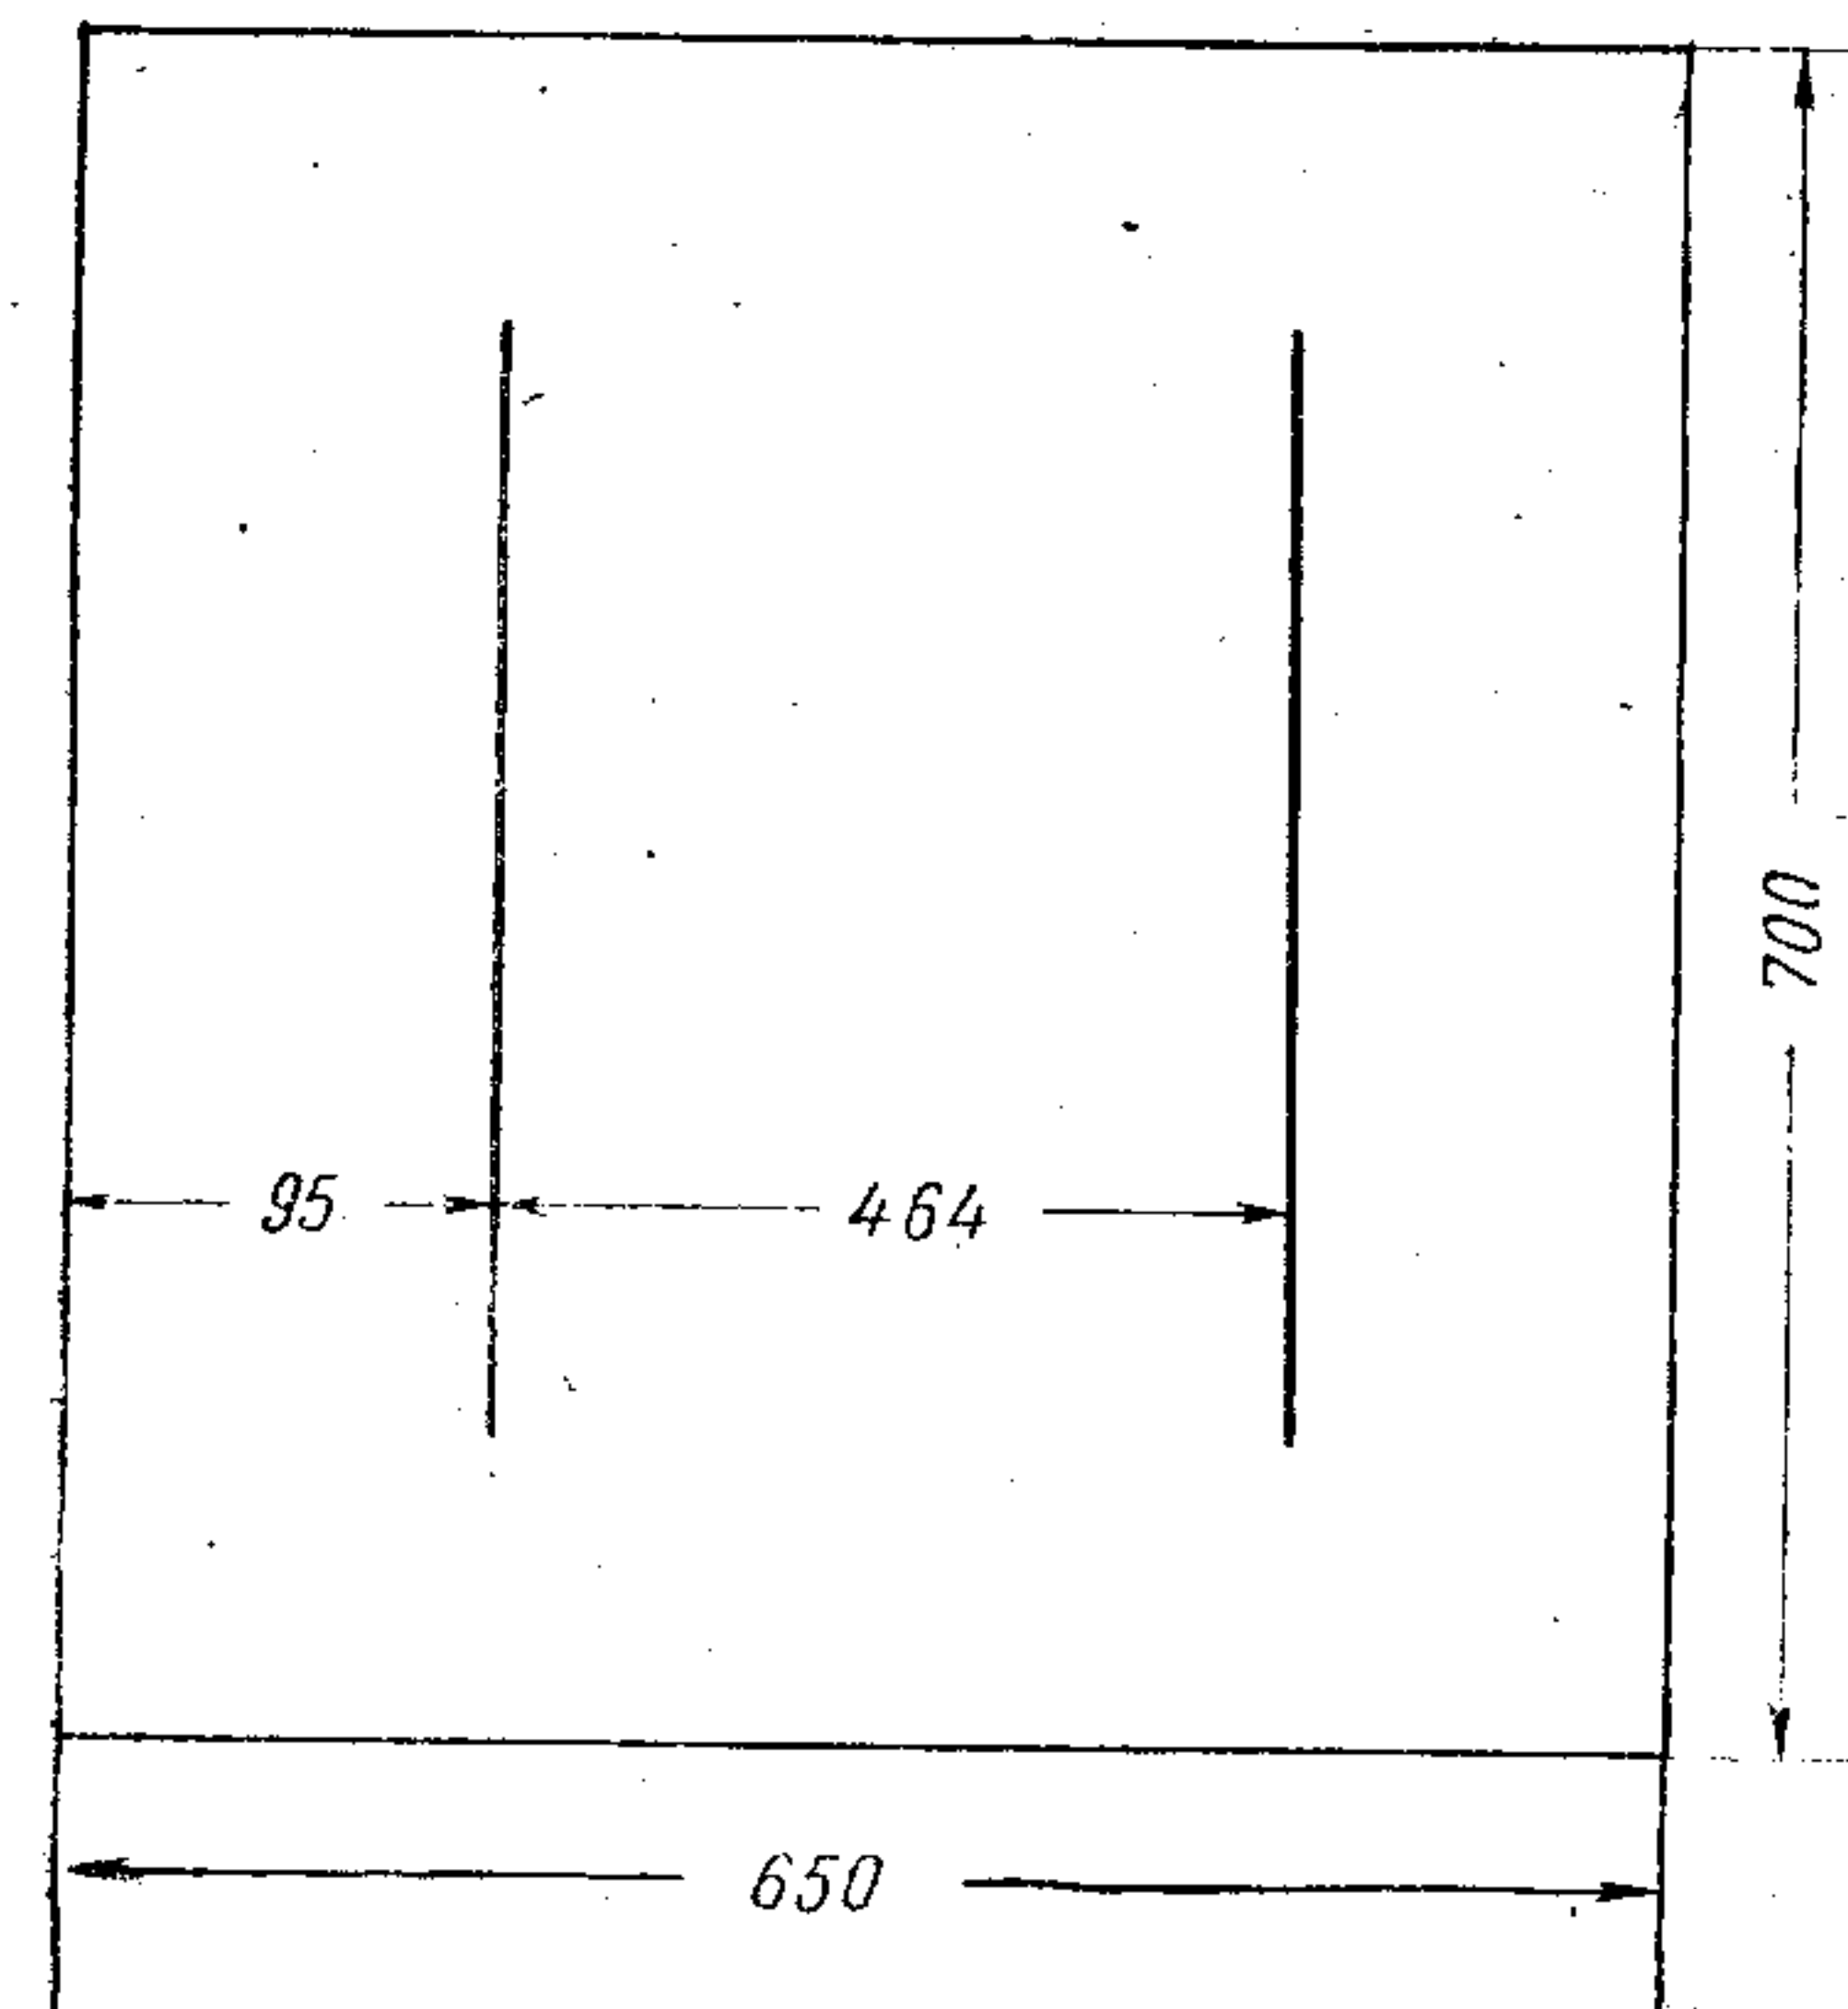

Рис. 29. Щит для проверки линии прицеливания
3. Визируя по отвесам, навести боевую машину в точку, удалённую от неё не менее чем на 400 м, или в правую линию щита (рис. 29), удалённого на 30—40 м.